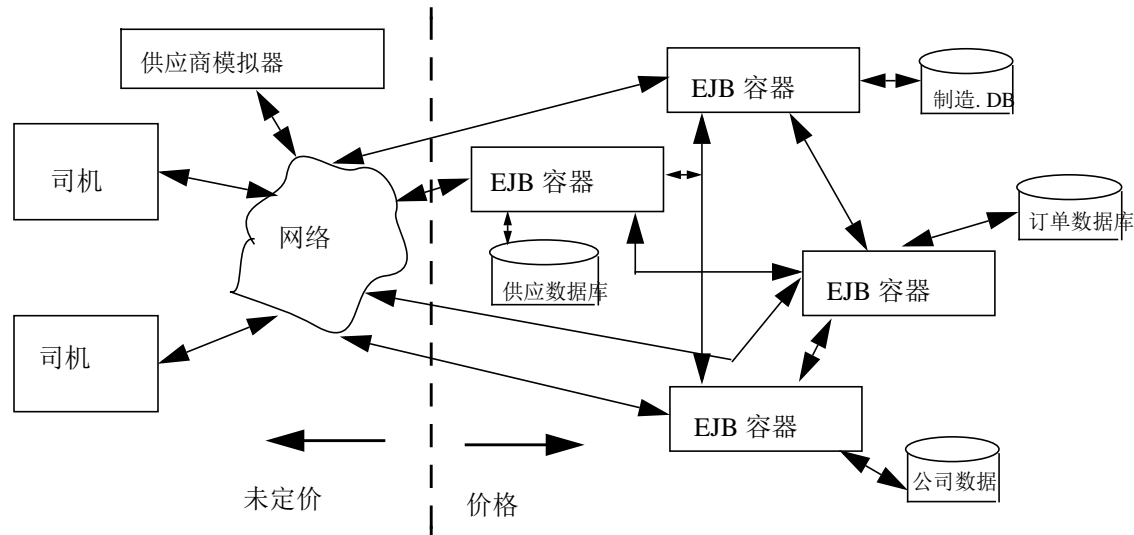

图 8:
5.2.2 图 8 显示了分布式工作的驱动程序和 SUT 组件的示例布局-